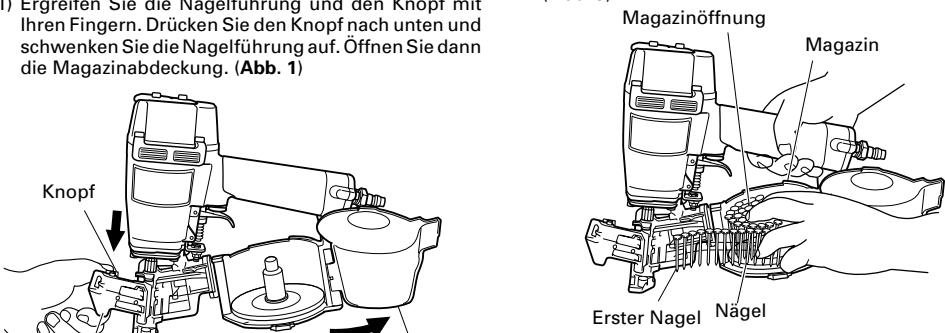

Abb. 3
- (3) Legen Sie die Nagelrolle in das Magazin ein. Schieben Sie den ersten Nagel in die Magazinöffnung. (Abb. 3)